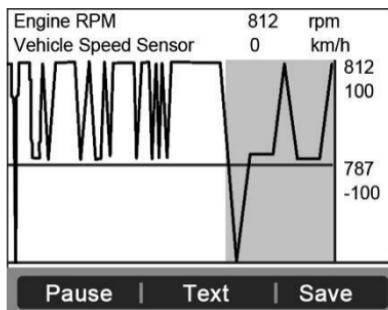

Figura 6.12
- Si se muestra el ícono “**Gráficas**” en la parte inferior cuando esté selecto un Parámetro PID, podrá consultarlo en la forma gráfica disponible. Seleccione **Gráfica** para ver los datos graficados. (Figura 6.12). Se mostrarán el nombre del Parámetro PID, su valor actual, y los valores máximos y mínimos en la pantalla.